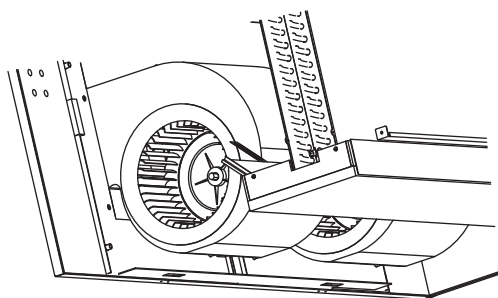

Рисунок 9-9
- 3) Как только отверстие в крышке вентилятора окажется выше штифта на передней панели, переместите узел так, чтобы штифт вошел в отверстие. (Рисунок 9-9)